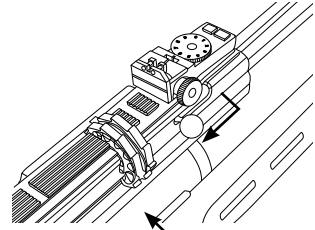

Рис.10
4. После зарядки магазина, установите его на ствольную коробку как указано в первом пункте. Затем освободите рычаг сброса магазина. (Рис.10) Если есть необходимость прокрутите магазин против часовой стрелки.